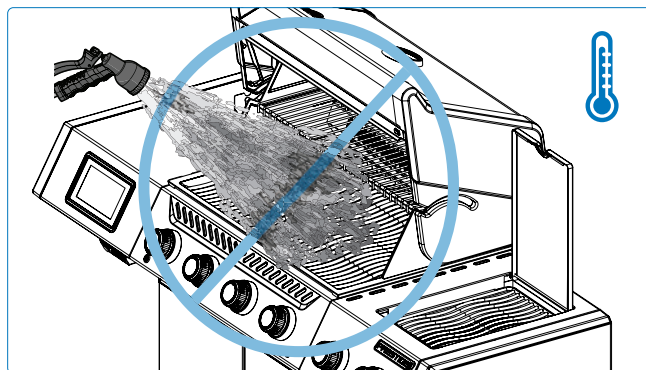

Fig. 16
1. Non spegnere mai una fiamma né controllare le fiammate con l'acqua (**Fig. 16**).